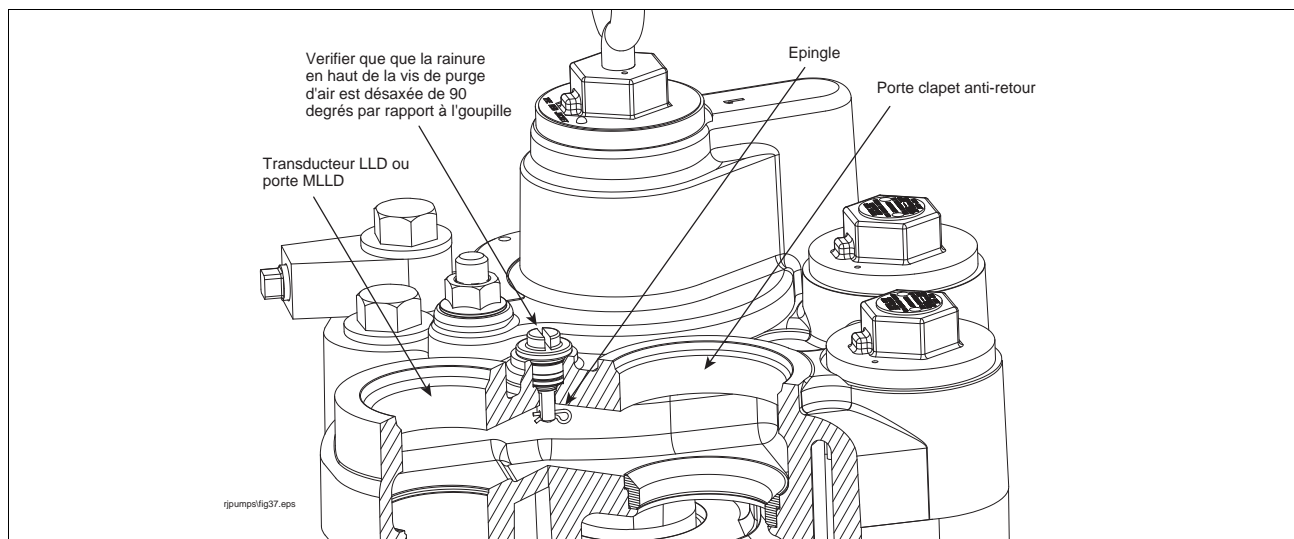

Figure 46. Positionner la goupille de la vis de purge d'air
6. La vis de purge d'air possède une goupille réglée sur une position horizontale afin de limiter la course de la vis (voir Figure 46).